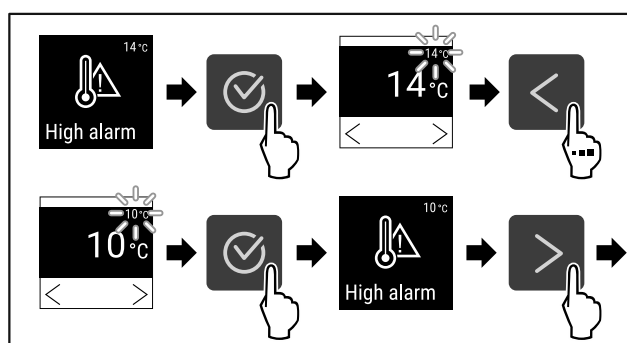

Fig. 127
- ▶ Suivre les étapes (voir Fig. 127) .